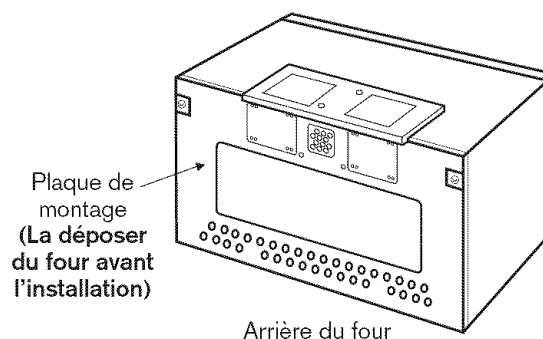

Figure 2
- La plaque de montage se trouve à l'arrière du four à micro-ondes. Voir figure 2.